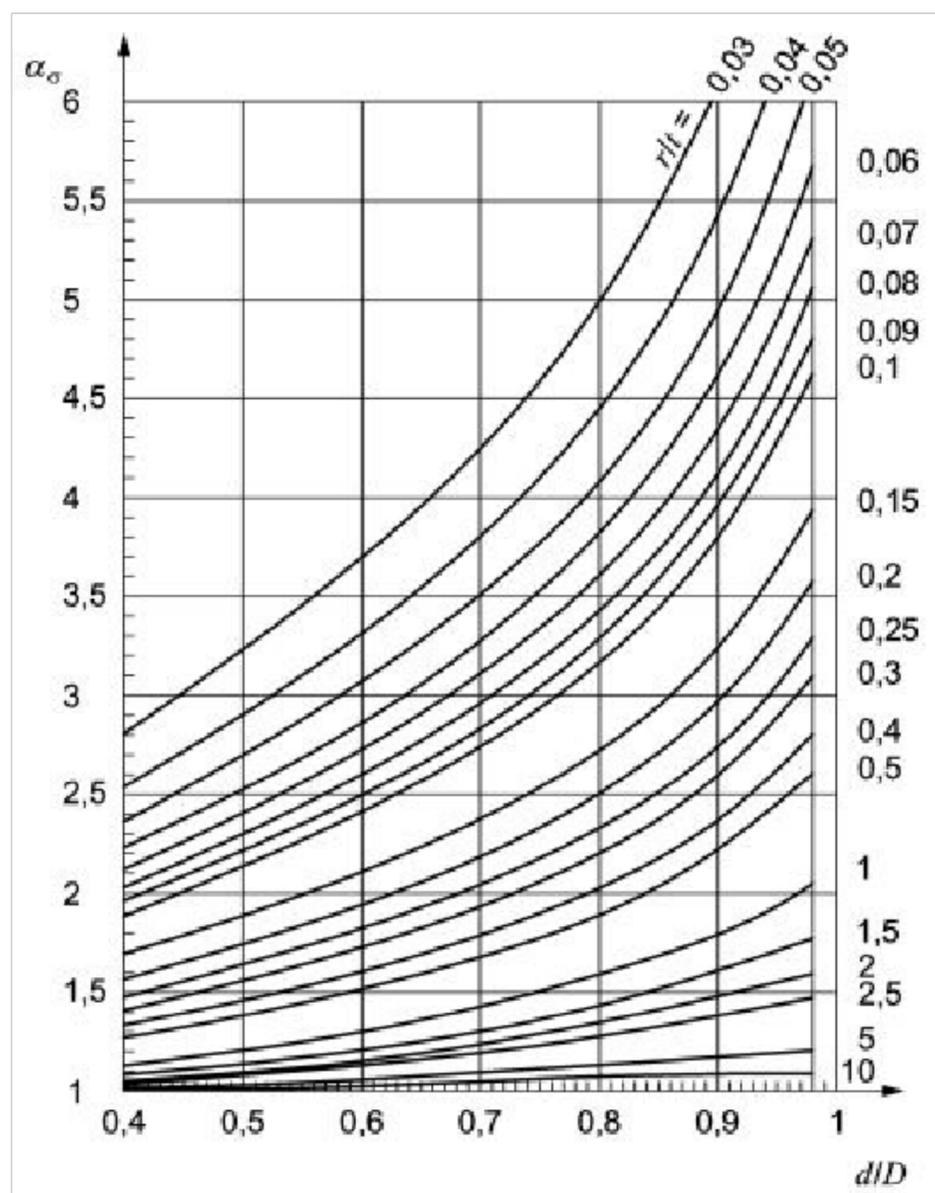

Abbildung 4.4: Stützziffer für Absätze
e) **Kerbwirkungszahl und Kerbspannung (2,5 Punkte)** Bestimmen Sie die Kerbwirkungszahl β für die kritische Stelle unter Verwendung der Abbildung 4.4. Berechnen Sie daraus die **dynamische** Biegekerbspannung an selbiger Stelle.